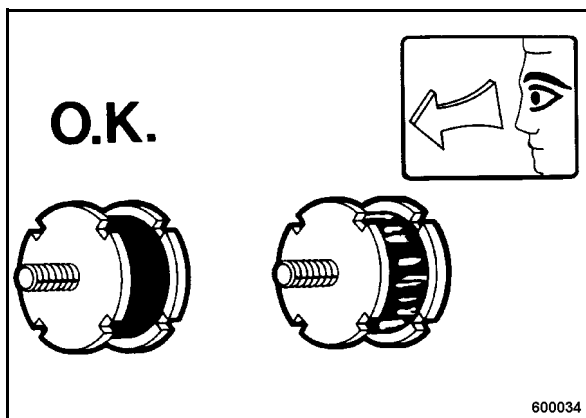

Fig. 67
- Comprobar todos los amortiguadores de goma (Fig. 67) por asiento fijo, grietas y desgarres y cambiarlos inmediatamente al presentar daños.